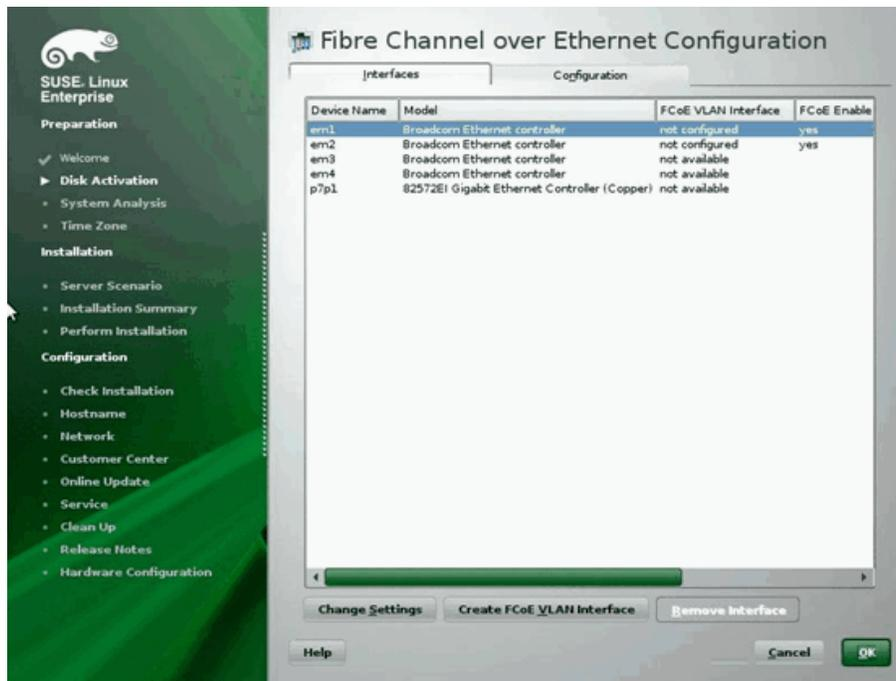

Abbildung 14-18. Aktivieren von FCoE
5. Achten Sie darauf, dass auf den 10 GbE QLogic Initiator-Ports, die Sie als SAN-Boot-Pfad(e) (Abbildung 14-18) verwenden möchten, **FCoE Enable** (FCoE aktivieren) auf **yes** (ja) eingestellt ist.